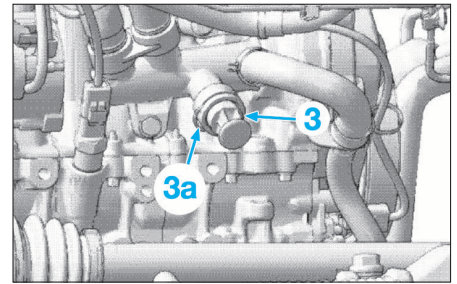

FIG. 33
- Vidanger le bloc moteur en retirant le bouchon (3) et son joint torique (3a) (Fig.33).